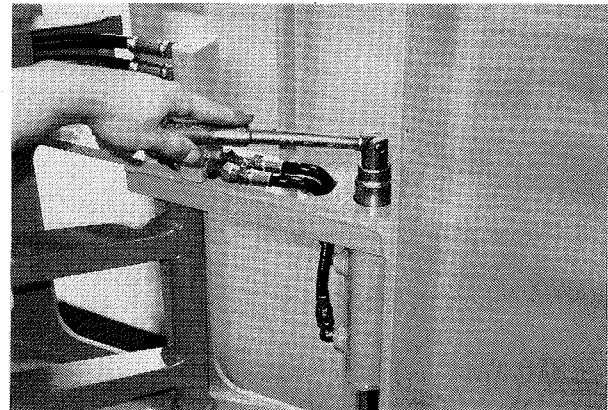

図2
5. シリンダーのボトム側のタフロックナットを外す。(図2)